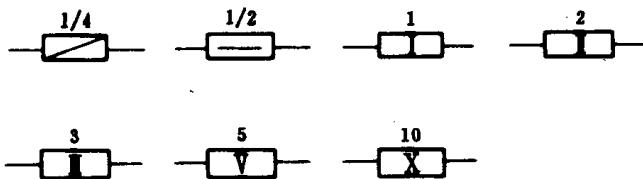

图 1-3 固定电阻器的额定功率
2) 额定功率 在规定环境温度下，电阻器的容许功率叫作额定功率。功率的单位为瓦（用W表示）。额定功率的大小取决于结构形式、尺寸大小和材料。标准固定电阻的额定功率有 $1/16$ 、 $1/8$ 、 $1/4$ 、 $1/2$ 、 1 、 2 、 3 、 5 、 10 瓦等，其符号如图 1-3 所示。 $1/8$ 瓦的可以不标志功率，就由一般电阻符号代替。